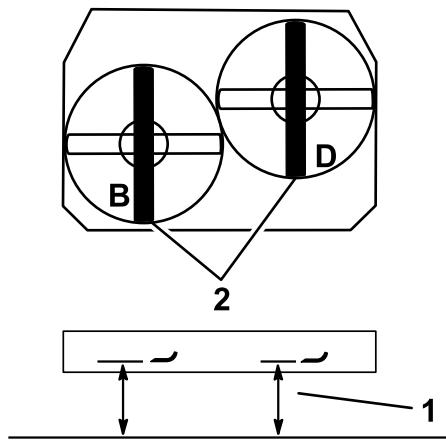

Рисунок 81
2. Измерьте высоту левого ножа в точке **В** от горизонтальной поверхности до режущей кромки на конце ножа и запишите результат измерения (Рисунок 81).
3. Измерьте высоту правого ножа в точке **D** от горизонтальной поверхности до режущей кромки на конце ножа и запишите результат измерения (Рисунок 81).
- Примечание:** Результат измерения в точке **В** должен отличаться не более чем на 3 мм от результата измерения в точке **D** (Рисунок 81). Если результат измерения неверный, перейдите к следующим пунктам.